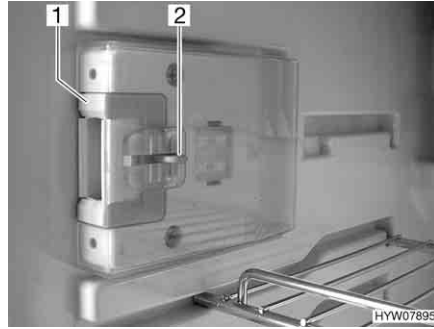
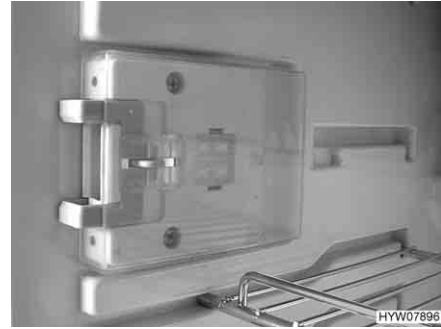

Fig. 157 Dispositivo de cierre en posición normal
Fig. 158 Dispositivo de cierre en posición de ventilación
- Hundir el desbloqueo (Fig. 157,2).
- Empujar el dispositivo de cierre (Fig. 157,1) hacia delante (Fig. 158).